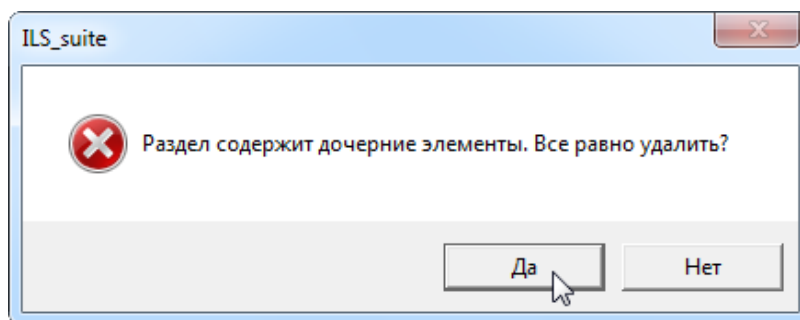

Рис. 10-145 – Предупреждение о наличии у раздела дочерних элементов
- 2) В открывшемся окне нажать кнопку «Да», чтобы подтвердить действие (рис. 10-145).